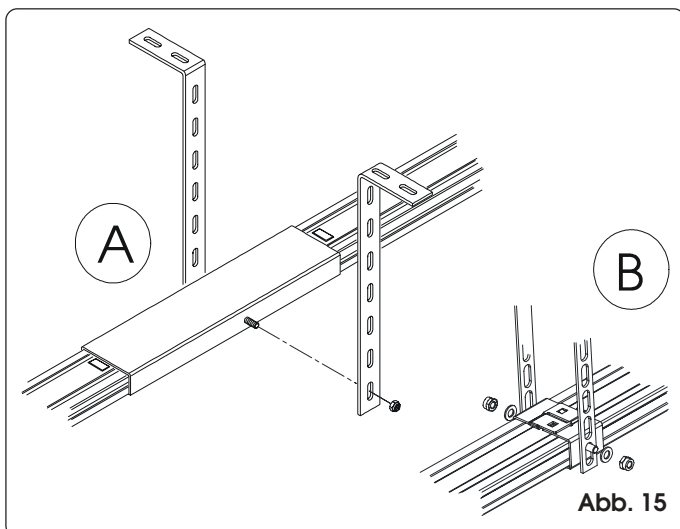

Abb. 15
- 13) Sollten Sie eine zweiteilige Schiene mit mittlerem Verbindungsstück (Abb. 15 Pos. A) bzw. den Mittelträger für einteilige Schienen (Abb. 15 Pos. B - Option) verwenden, führen Sie die Deckenbefestigung anhand der entsprechenden Bügel gemäß den Schritten 9,10 und 12 durch (Abb. 15).